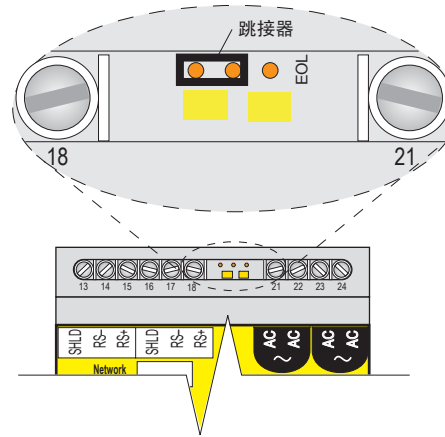

图5b: 所有其它TTSIM模块的线路终止跳接器
- 电路中的所有其它TTSIM模块上则如图5b所示安装跳接器。